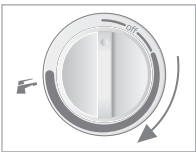

Рисунок 7
2. Регулирование температуры бытовой горячей воды Температуру бытовой горячей воды можно настроить поворотом ручки регулирования горячей воды, см. Рисунок 7. Величина данной настройки будет определять температуру бытовой горячей воды, подаваемой на краны и душ. Температуру воды можно настроить от минимума 35°C до максимума 64°C.